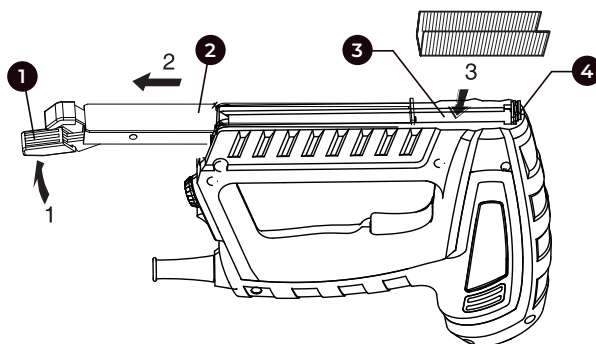

Рис. 2
- Переверните инструмент как показано на рис. 2.
- Нажмите на ручку для загрузки магазина (1) отодвигая назад задвижку (2) (см. рис. 2).
- Вставьте обойму скоб/гвоздей в магазин (3) перевернув тыльной стороной вверх, остриём вниз (см. рис. 2).
- Задвиньте задвижку (2) вплотную к наконечнику скобозабивателя (4) пока она не защелкнется (см. рис. 2).